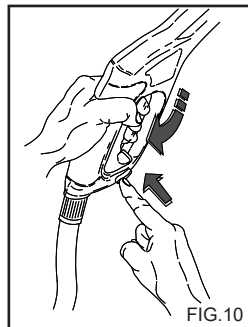

FIG. 10
- Quando l'idropulitrice non viene utilizzata chiudere il dispositivo di sicurezza dell'impugnatura. (fig. 10)